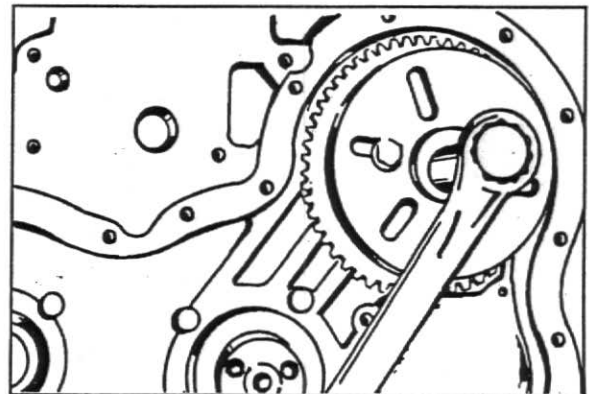

Fig. 2
9. Remova a engrenagem de acionamento da bomba injetora, utilizando a ferramenta nº 81 40 436, fig.2.